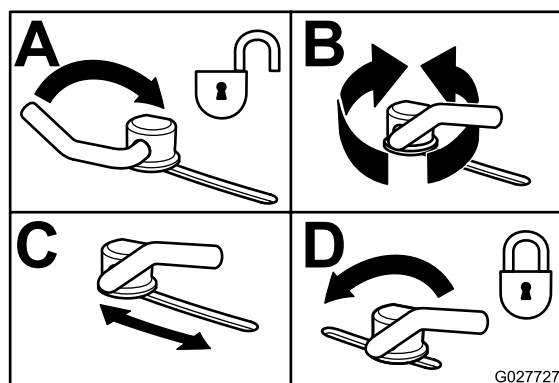

Figure 31
3. Pour régler les verrous à came, soulevez le levier pour desserrer le verrou (Figure 31).
5. Repoussez le levier à sa position d'origine pour serrer le déflecteur et les verrous (Figure 31).